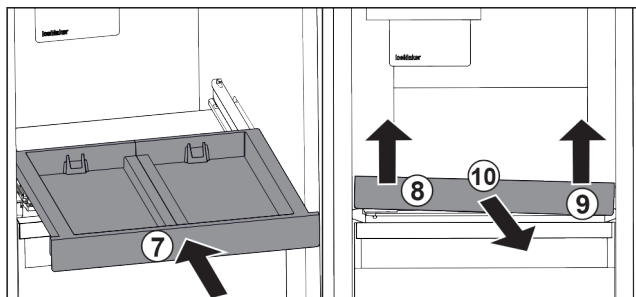

Fig. 141
- ▶ Rentrer le compartiment coulissant. Fig. 141 (7)
- ▶ Soulever le compartiment coulissant au niveau de la partie avant gauche. Fig. 141 (8)
- ▶ Soulever le compartiment coulissant au niveau de la partie avant droite. Fig. 141 (9)
- ▶ Retirer le compartiment coulissant par l'avant. Fig. 141 (10)